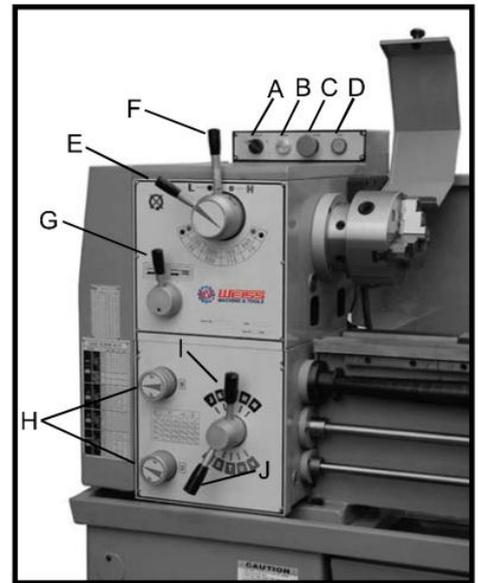

Рис. 14
- Переключатель включения/выключения подачи охладителя** (А, Рис. 14) — включает и выключает насос подачи охладителя.
- Индикатор подачи питания** (В, Рис. 14) — загорается при подаче питания на станок.
- Кнопка аварийного останова** (С, Рис. 14) — нажимается для остановки всех функций станка. (Внимание: электрическое напряжение в станке будет еще присутствовать). Для сброса повернуть кнопку.
- Выключатель толчковой подачи** (D, Рис. 14) — нажать и отпустить для одномоментного выдвижения шпинделя.
- Четырехпозиционный рычаг выбора скорости** (Е, Рис. 14) — расположен на передней стороне передней бабки, вверху. Используется для выбора одной из четырех скоростей шпинделя в высокоскоростном или в низкоскоростном диапазоне.
- Рычаг выбора высокой/низкой скорости** (Н - L) (F, Рис. 14) — расположен на передней стороне передней бабки, вверху. Для перехода в низкоскоростной диапазон переведите его влево. Для перехода в высокоскоростной диапазон переведите вправо.
- Выбор направления подачи** (G, Рис. 14) — рычаг расположен спереди, в нижнем левом углу передней бабки. Стрелки над рукояткой указывают направление перемещения салазок, когда зажимной патрон вращается вперед или против часовой стрелки, если смотреть от передней части зажимного патрона.
- Регуляторы выбора скорости подачи** (H, Рис. 14) — расположены спереди, в левой части коробки подач. Используются для установки нужных скоростей подачи или хода.
- Рычаг выбора ходового вала/ходового винта** (I, Рис. 14) — расположены спереди, в правой части коробки подач. Положение "P" соответствует ходовому валу. Другие — ходовому винту.
- Рычаг выбора скорости подачи** (J, Рис. 14) — расположен на передней стороне фартука, справа. Используется для настройки подачи и нарезки резьбы.